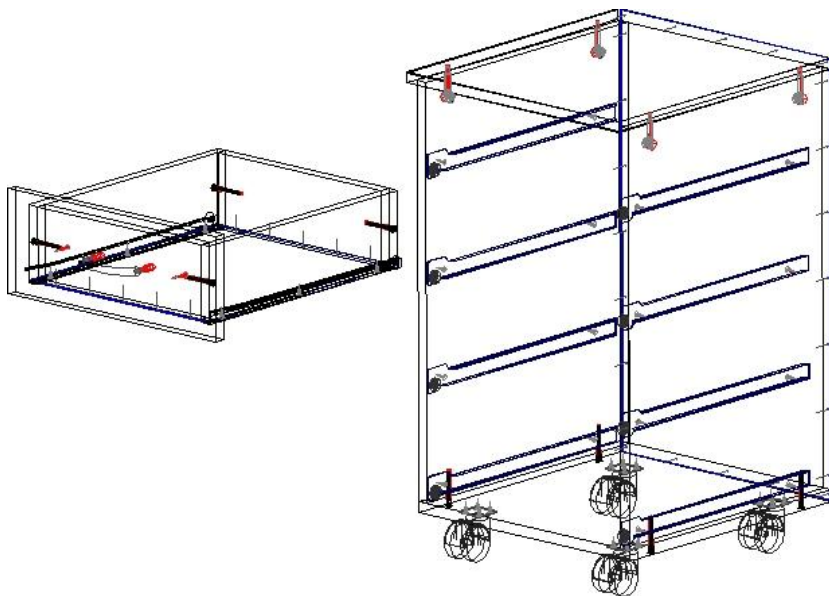

Рис. 1
4.2 **Сборка прямых столов с надстройками.** На вертик. бок. ст. стола [13,14] установите подпятники (12). На вертик. бок. ст. стола и надстройки [13,14,1,2] установите цилиндр. части эксцентриковых стяжек (14). На крышках [16,4] установите штоки эксцентр. стяжек (14). Евровинтами (2), как показано на рис. 1, соедините боковые стенки [13,14,1,2] с вертик. стенками [15,3]. Установите крышку надстройки [4]. Затяжка соединения производится путём поворота эксцентриков до упора в направлении стрелки, выштампованной на корпусе стяжки. Собранную надстройку соедините с крышкой стола [16] при помощи евровинтов. Установите крышку стола. Затяните со-
- 4.6 **Сборка тумбы.** На горизонт. нижней стенке [25] шурупами 4×16 (16) закрепите колесные опоры (10). На вертикал. бок. стенках [23,24] установите цилиндрические части эксцентриковых стяжек (14) в предназначенные для них отверстия; шурупами (16) закрепите [- образные части роликовых направляющих (9). На крышке [26] установите штоки эксцентр. стяжек (14). Евровинтами (2), как показано на рис. 1, соедините вертикал. ст. [23,24] с горизонт. ниж. ст. [25]. Установите крышку. Затяжка соединения производится путём поворота эксцентриков до упора в направлении стрелки, выштампованной на корпусе стяжки. Гвоздями (1) закрепите зад. стенку ДВПО [32]. Евровинтами (2) соедините боковые стенки ящика [27] с передней [29] и задней [28] стенками. Дно ящика [31] закрепите к перед. и зад. ст. гвоздями (1). Установите роликами назад]- образные части направляющих (9) и закрепите их шурупами 4×16 (16). Шурупами 3.5×30 (15) закрепите фасад [30] к перед. стенке ящика [29]. Установите на фасад ящика [30] ручку (13). Установите собранные ящики в корпус тумбы.